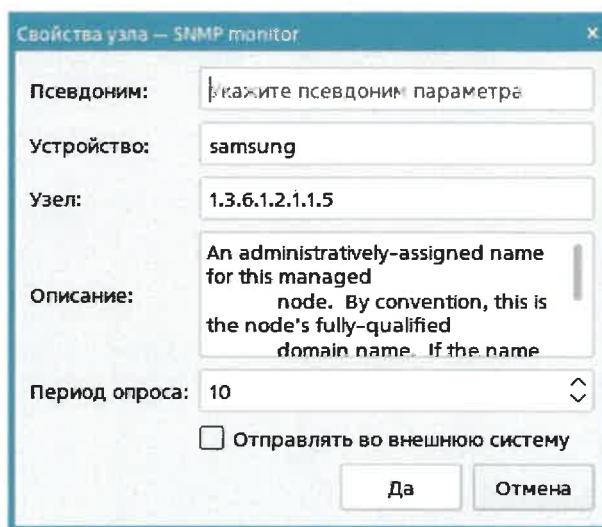

Рис. 8 – Изменение параметров
Периодичность опроса изначально задается в конфигурации для всех включенных в нее параметров. Затем периодичность можно изменить для каждого параметра (узла) отдельно на странице «Статус» (Рис. 8).
2. В Системе Альбамонитор на странице «Статус» выбрать узлы для передачи во внешнюю систему: в окне свойств узла (Рис. 8) установить галочку «Отправлять во внешнюю систему» Отправлять во внешнюю систему